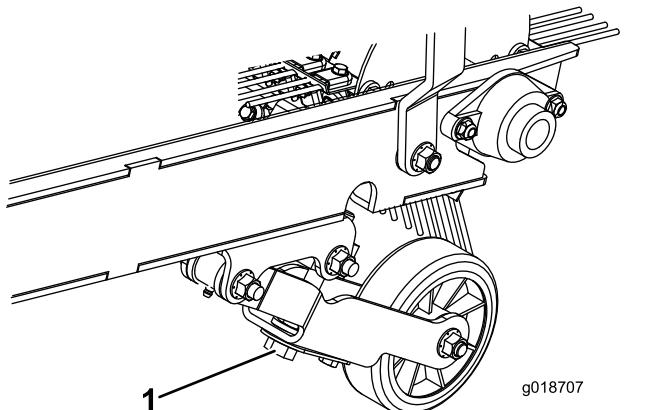

Figura 10
- Girate il bullone di regolazione della profondità finché il rastrello entra leggermente in contatto con la superficie del tappeto erboso. Se è montata una spazzola, deve essere appena in contatto con la superficie. Quando la spazzola è in funzione, la superficie di contatto deve avere una larghezza di circa 25 mm per tutta la lunghezza della spazzola (Figura 10).